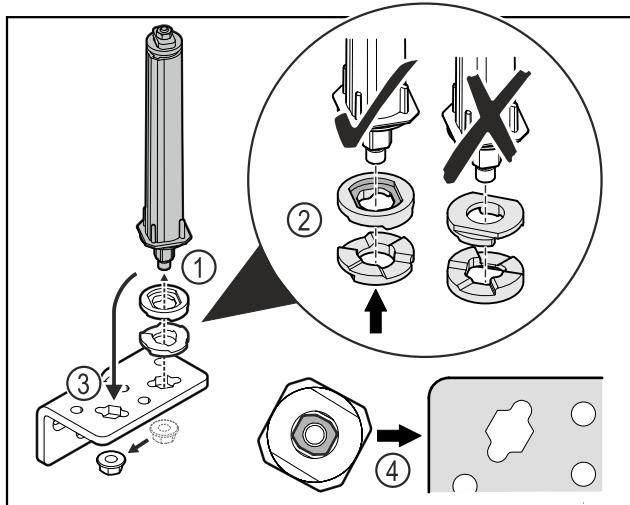

Fig. 20
- ▶ Otpustite maticu i skinite sustav zatvaranja vrata Fig. 20 (1).
- ▶ Pazite na ispravno poravnjane pločice za namještanje visine Fig. 20 (2).
- ▶ Premjestite sustav zatvaranja vrata u kutnim šarkama i pričvrstite ga maticom Fig. 20 (3).
- ▶ Pri umetanju pazite na ispravno poravnjane sustava zatvaranja vrata Fig. 20 (4).